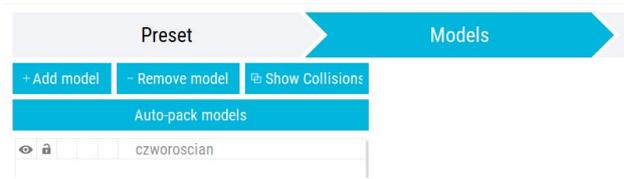

Abb. 2.25 Hinzufügen und Entfernen von Modellen.
Es kann vorkommen, dass Sie die Überschneidung der Modelle nicht sehen. Sie können dies leicht überprüfen. Wählen Sie einfach die Schaltfläche „**Show Collisions**“. Wenn sich die Modelle überschneiden, werden neben den Modellnamen Kollisionssymbole (1) angezeigt und der Bereich, in dem der Kontakt stattfindet, wird in Rot angezeigt (2) (Abb. 2.25).